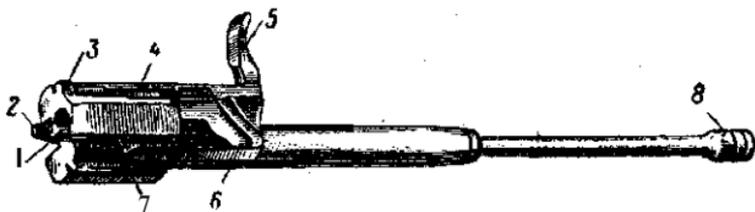

Рис. 31. Затворная рама с газовым поршнем:
**16. Затворная рама с газовым поршнем** (рис. 31) служит для приведения в действие затвора и ударно-спускового механизма.